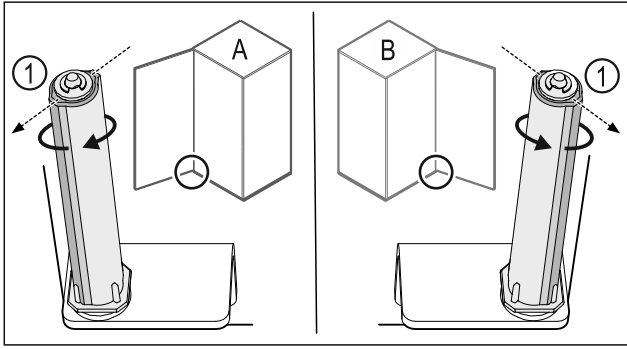

Fig. 40 Ľavý doraz (A)/pravý doraz (B)
- ▶ Otáčajte systém zatvárania proti odporu, kým nebude mostík systému zatvárania Fig. 40 (1) ukazovať von.